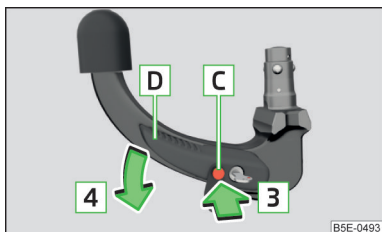

Abb. 176
- Den Auslösebolzen **C** in Pfeilrichtung **3** bis zum Anschlag hineindrücken und gleichzeitig den Bedienungshebel **D** in Pfeilrichtung **4** bis zum Anschlag drücken » Abb. 176.